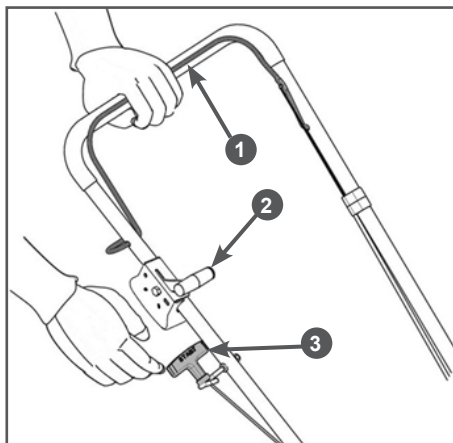

Рис. 12 Запуск двигателя
Перед запуском двигателя, несколько раз задействуйте рычаг 1 остановки двигателя (Рис. 12). Убедитесь, что трос остановки двигателя движется свободно, и что рычаг остановки двигателя работает должным образом.
- Закройте воздушную заслонку карбюратора, для этого установите рычаг газа (Рис. 12 п. 2) в положение «1» (Рис. 7).
- Нажмите и удерживайте рычаг 1 остановки двигателя левой рукой (Рис. 12).
При возникновении аварийной ситуации, для экстренной остановки двигателя отпустите рычаг 1 остановки двигателя (Рис. 12).
4. Отпустите рычаг 1 остановки двигателя (Рис. 12).